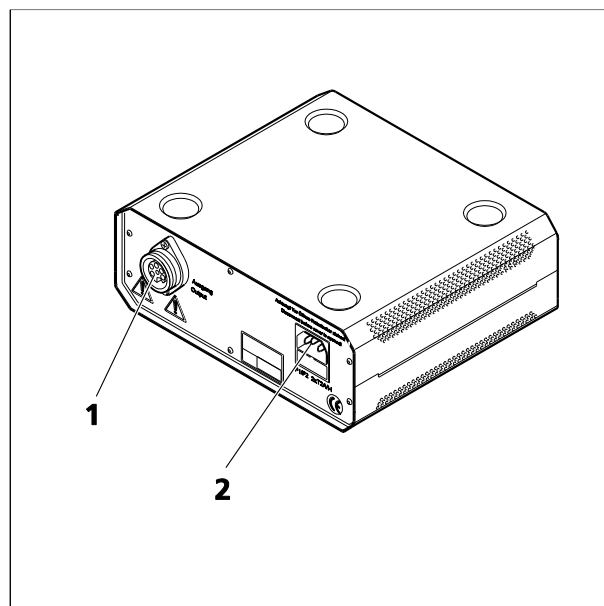

Figure 3-26 Bloc d'alimentation HBO 100 W
- Connecter la fiche multipolaire du dispositif d'éclairage HBO 100 à la douille de l'appareil (Figure 3-26/1) du transformateur HBO 100 W, et la fixer à l'aide d'une bague de retenue.
- Brancher le cordon d'alimentation secteur d'abord sur l'entrée d'alimentation secteur (Figure 3-26/2) du transformateur HBO 100 W, puis sur une prise secteur.